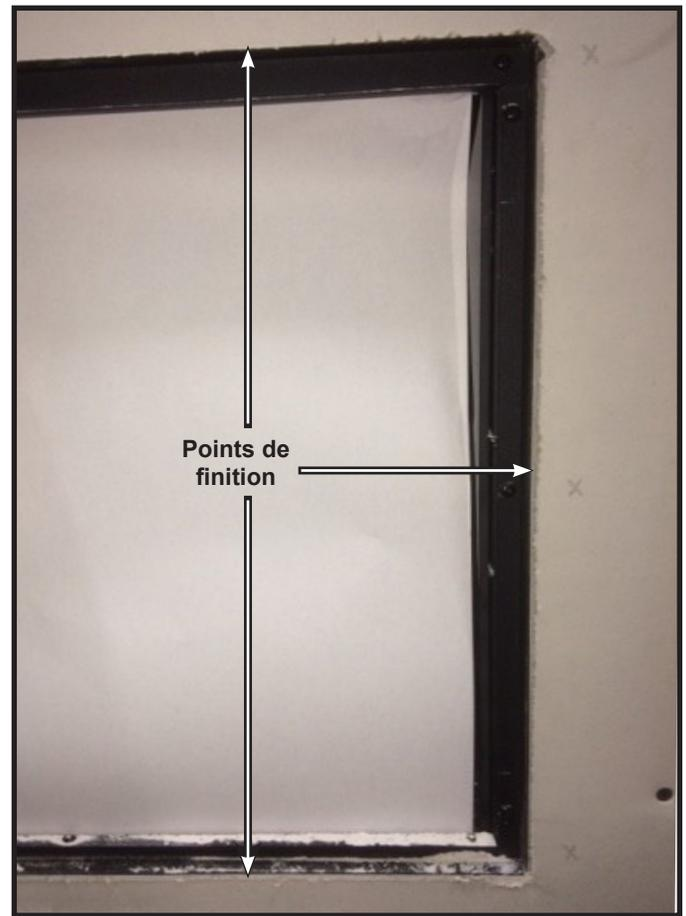

Figure 4.5 Emplacements et dimensions du point de finition murale
3. Si vous finissez avec des cloisons sèches peintes, installez un panneau mural en plâtre de 12,7 mm (½ po) d'épaisseur de manière à ce qu'il s'adapte aux points de finition autour de l'ouverture de l'appareil. Voir la figure 4.5.
4. Si vous finissez avec un autre matériau de revêtement souhaité, d'une épaisseur totale allant jusqu'à 14,3 mm (9/16 po) installez le matériau de manière à ce qu'il s'adapte aux points de finition autour de l'ouverture de l'appareil. Voir la figure 4.5.
4. Terminez la finition du mur autour de l'appareil. Les matériaux de revêtement décoratifs peuvent être installés jusqu'aux points de finition. Voir la figure 4.5. Il n'y a pas de limitation à l'épaisseur des matériaux de revêtement.